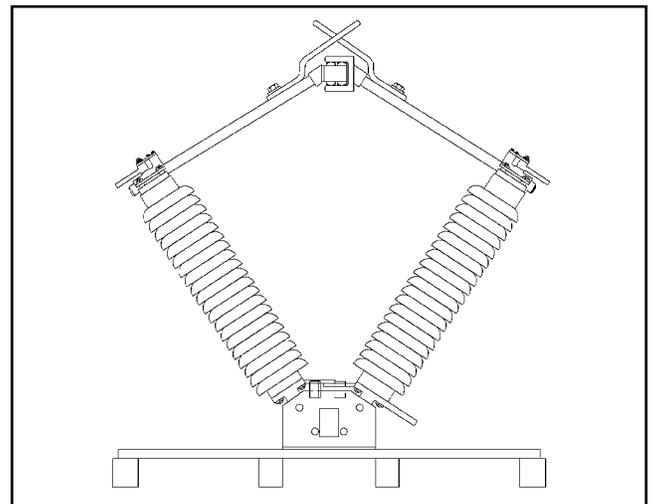

Figura 6. Desembalaje de la cuchilla.
**Paso 2** Desempaqué totalmente los polos de la cuchilla para dejarlos listos para el izaje. Ver Figura 6.